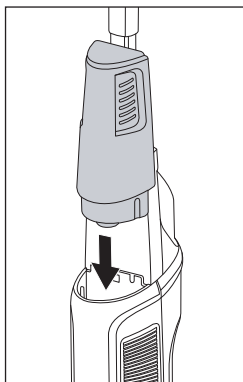

Afb. 9
- ♦ Vul het schoonwaterreservoir **11** voor grote oppervlakken  (tot 55 m²) tot de derde peilstreep  met leidingwater of gedestilleerd water (zie afb. 9).
- ♦ Voeg aan het water in het schoonwaterreservoir **11** voor grote oppervlakken  (tot 55 m²) tot de vierde peilstreep  schoonmaakmiddel toe (zie afb. 9).